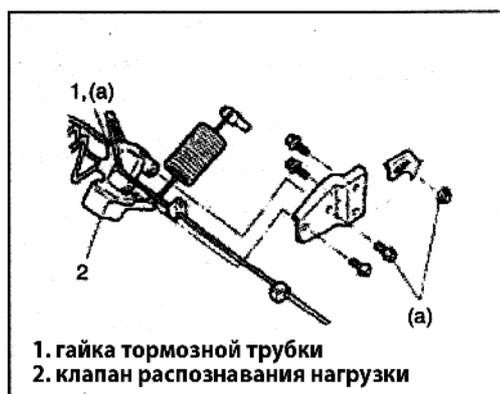

Рис. 706
- 2) Затяните гайки и болты требуемым моментом как показано на рисунке (Рис. 706).